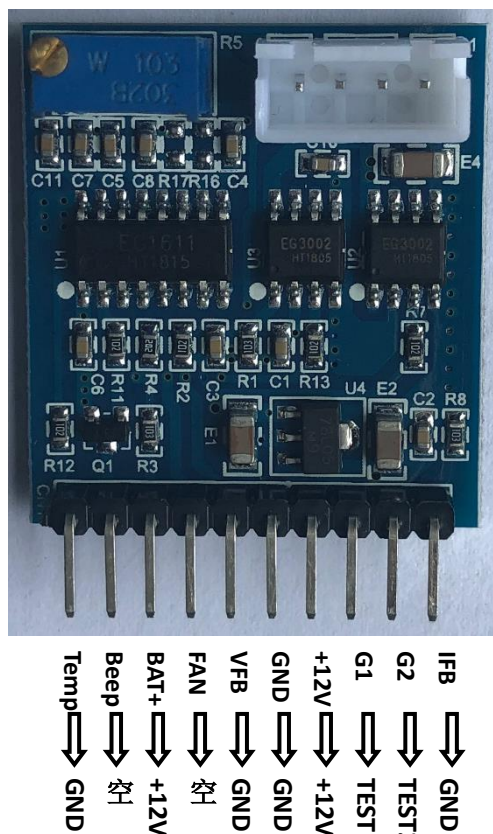

图 4-1. EG1611 驱动板测试接线图
- 1) 测试时按图 4-1 测试接线图的接法，将 IFB（10 脚）、VFB（5 脚）和 GND（6 脚）针脚接地。